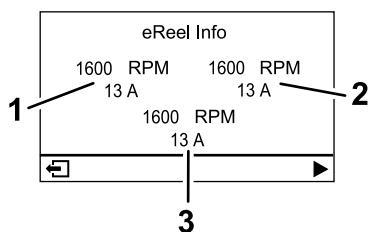

Figure 23
- **Écran d'information moteur UC (Figure 23)** : indique le régime et le courant du moteur de chaque unité de coupe.